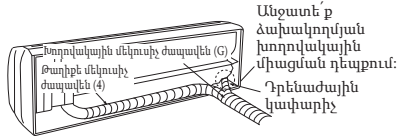

Fig. 1
- Տեղադրե՛ք սառնագողակի խողովակը և դրենաժային ձկափողը միասին, այնուհետև պատշաճ կերպով օգտագործե՛ք խողովակի մեկուսիչ ժապավենը (G) վերջից:
- Մտցրե՛ք խողովակը և դրենաժային ձկափողը պատի անցքի ակնոցի մեջ (C) և կախե՛ք ներքին բլուկի վերին հատվածը մոնտաժային հենարանի վրա (1):
- Ստուգե՛ք արդյոք ներքին բլուկը ապահով կերպով կախված է մոնտաժային հենարանի վրա (1) շարժելով բլուկը ձախ և աջ կողմ:
- Մտցրե՛ք ներքին բլուկի ստորին հատվածը մոնտաժային հենարանի մեջ (1):
- Դրենաժային ձկափողը պետք է ուղղված լինի դեպի ներքին, որպեսզի դրենաժային հոսքն ավելի դյուրին իրականացվի: (Fig. 1)
- 1) Միմյա՛նց միացրեք սառնազննոյի խողովակներն ու դրենաժային ձկափողը, այնուհետև ծայրից ամուր փաթաթեք թաղիքե մեկուսիչ ժապավենը (4): Թաղիքե մեկուսիչ ժապավենի (4) վրաբերուկի լայնությունը պետք է կցովի ժապավենի լայնության 1/3 մասը: Օգտագործե՛ք արտաքին սնեռակիչը թաղիքե մեկուսիչ ժապավենի ծայրում (4):
- 2) Դու՛րս քաշեք դրենաժային կափարիչը ներքին բլոկի ետնամասային աջ հատվածում: (Fig. 1)